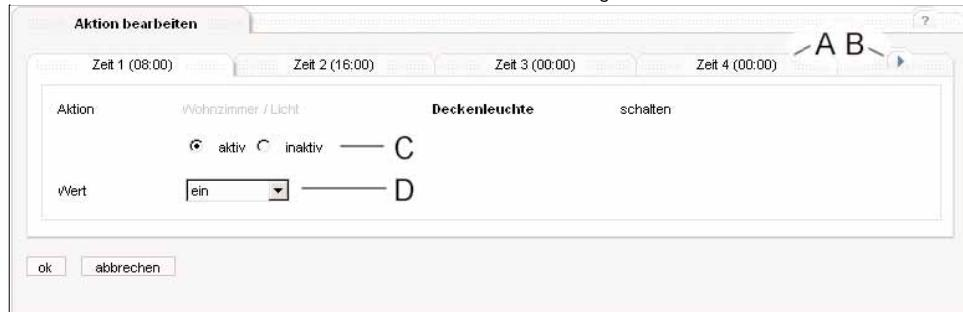

Bild 84: Werte innerhalb der AWS bearbeiten
Ist die Funktion zu dieser Schaltzeit aktiv (Bild 84 Bereich (C), Markierung 'aktiv'), kann ein Wert je nach Datenpunkt-Typ angegeben werden (vgl. Kapitel 5.3.1.4.1)